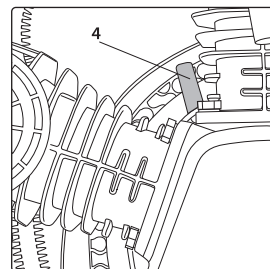

рис. 6
Для контроля количества масла снимите пробку картера, проверьте уровень (до красной отметки), при необходимости залейте до отметки максимума. После заправки маслом вместо заглушки установите сапун (4) (рис. 6). Категорически не рекомендуется смешивать масла разных типов.